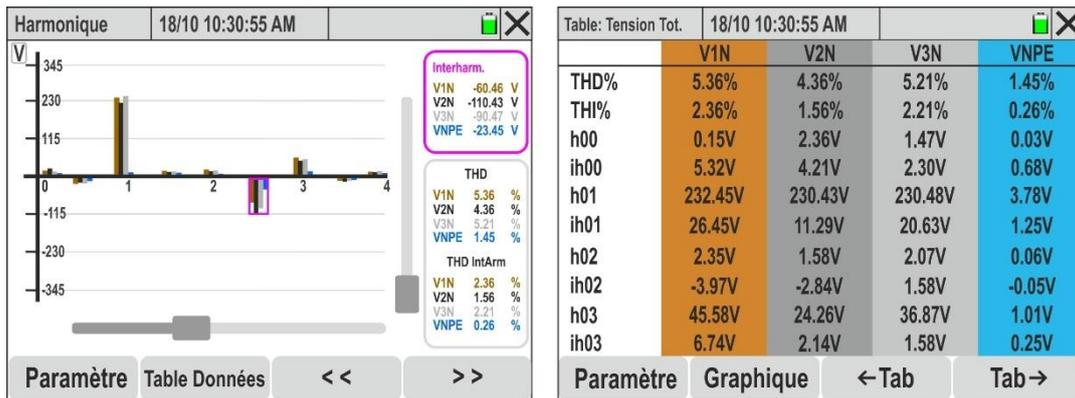

Fig. 55: Analyse des harmoniques des tensions sous forme numérique et graphique
6. **Avec la sélection des 4 tensions**, les histogrammes des tensions individuelles V1N, V2N, V3N et VNPE sont affichés à la Fig. 55 - partie gauche
8. Appuyer sur la touche « **Table Données** » pour passer à l'affichage numérique. La page illustrée à la Fig. 55 - partie droite est affichée à l'écran. Les paramètres « hxx » indiquent l'amplitude de l'harmonique xx, tandis que les paramètres « ihxx » indiquent l'amplitude de l'interharmonique xx pour chaque canal sélectionné
12. Appuyer sur la touche « **Table Données** » pour passer à l'affichage numérique. La page illustrée à la Fig. 55 - partie droite est affichée à l'écran. Les paramètres « **hxx** » indiquent l'amplitude de l'harmonique xx, tandis que les paramètres « **ihxx** » indiquent l'amplitude de l'interharmonique xx pour chaque canal sélectionné
16. Appuyer sur la touche « **Table Données** » pour passer à l'affichage numérique. La page illustrée à la Fig. 55 - partie droite est affichée à l'écran. Les paramètres « **hxx** » indiquent l'amplitude de l'harmonique xx, tandis que les paramètres « **ihxx** » indiquent l'amplitude de l'interharmonique xx pour chaque canal sélectionné